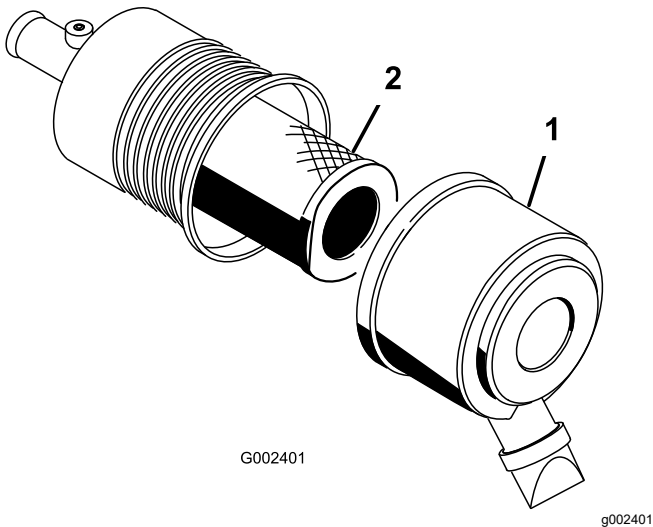

图 52
2. 松开将空气滤清器盖固定到空气滤清器壳体上的搭扣图 52。
3. 从空气滤清器壳体上取下空气滤清器盖 (图 52)。
5. 拆下并更换滤清器图 52。